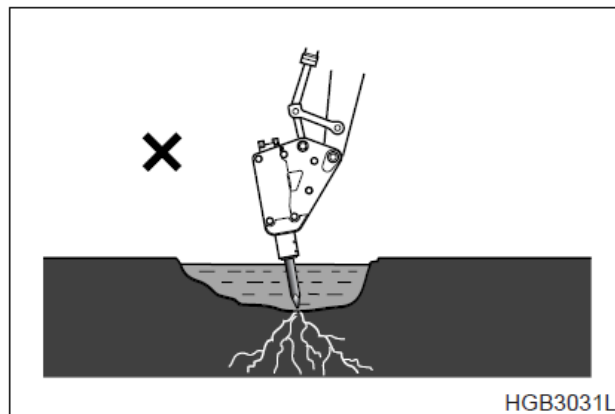

Рис. 77
6. ЗАПРЕЩАЕТСЯ погружать корпус дробилки в воду, если она не приспособлена для подводных работ. Уплотнитель дробилки может быть поврежден, что приведет к возникновению ржавчины, попаданию посторонних предметов и воды в гидравлическую систему и ее повреждению. В воду можно погружать только сам инструмент дробилки. (Рис. 77)